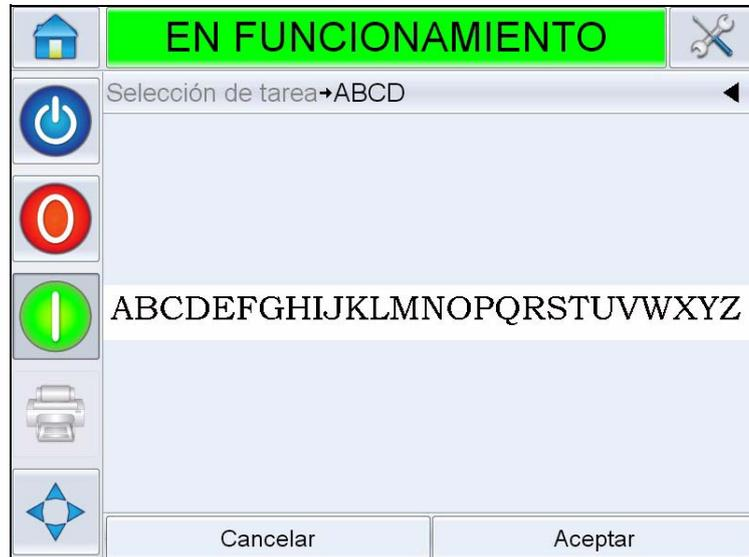

Figura 5-34: Vista preliminar del trabajo
- 2 Seleccione el trabajo de prueba deseado de la lista y toque *Aceptar*. Aparecerá la vista preliminar de impresión (consulte la Figura 5-34).